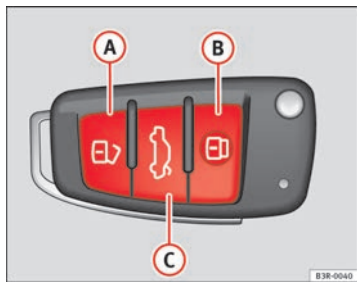

Fig. 78 Llave de control remoto: Teclas
- Pulse la tecla **A** ⇒ fig. 78 durante aproximadamente 1 segundo.